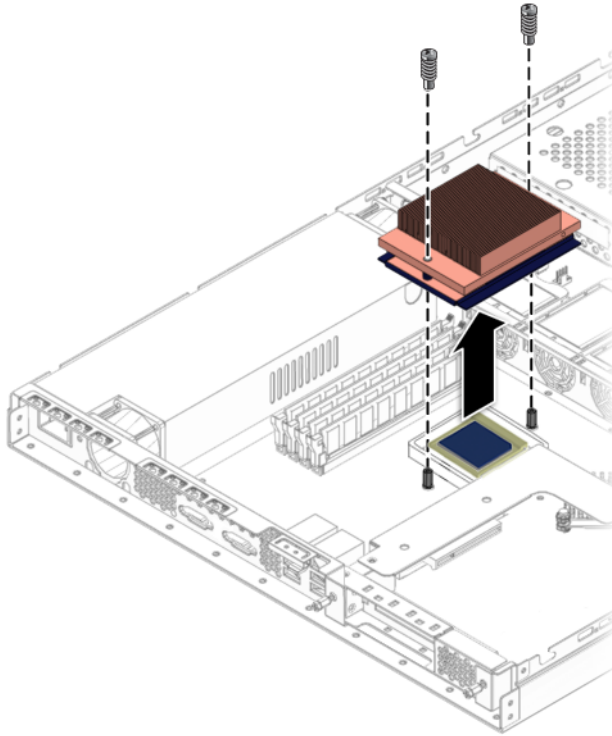

ABBILDUNG 4-31 Entfernen des Kühlkörpers
3. Lösen Sie die beiden Schrauben, mit denen der Kühlkörper an der Hauptplatine befestigt ist (siehe ABBILDUNG 4-31).